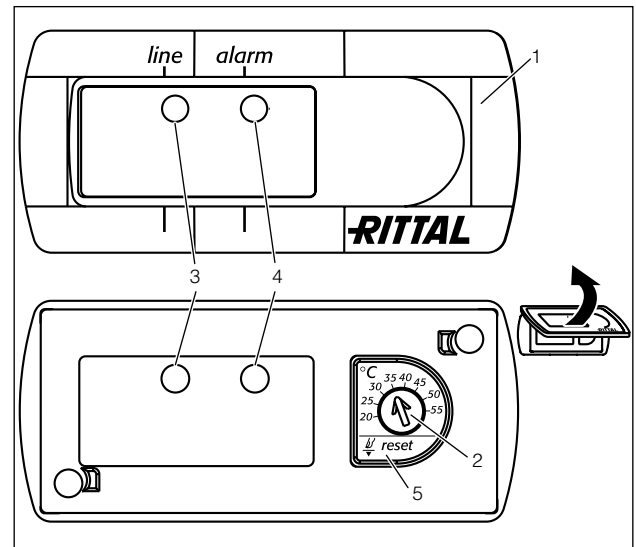

Imagen 14: Controlador básico
El controlador básico controla y regula el intercambiador de calor aire/agua. A través de los LED's verdes y rojos (imagen 14, nº 3 y 4) muestra los estados de servicio y fallo:
- Mantenga presionada la indicación de goma del potenciómetro (ver imagen 14, pos. 5, página 17), mientras vuelve a conectar la tensión de red y continúe manteniendo pulsada la tecla (5) durante 10 segundos más (Acceso al potenciómetro, ver también 6.1.3).
- Ajuste la temperatura teórica deseada en el dispositivo (página 17, imagen 14).